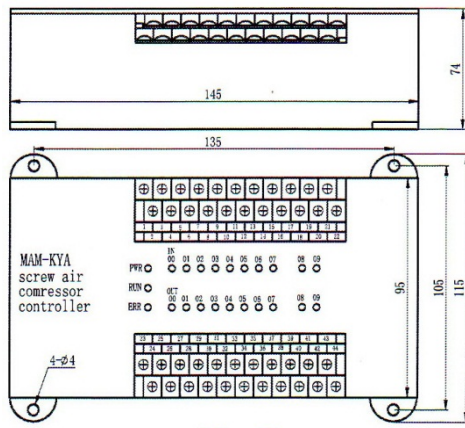

Рис. 5
1. Внешний вид контроллера показан на рис. 5